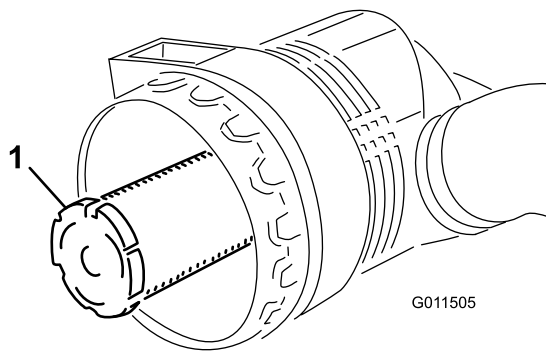

Figure 50
**Important:** N'essayez jamais de nettoyer l'élément de sécurité (Figure 50). Remplacez l'élément filtrant de sécurité une fois sur trois, quand vous effectuez l'entretien du préfiltre.